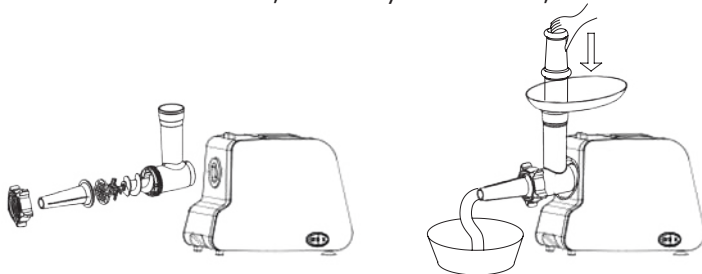

рис. 11
7.4.2 Зафиксируйте конструкцию с помощью фиксирующего кольца, как указано на рис. 11. Не затягивайте кольцо слишком туго.